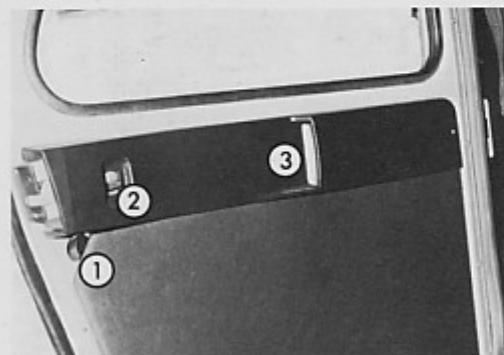

Fig. 2 - Portes latérales arrière (de l'intérieur)
- Ouverture : Portes avant : soulever le levier situé à l'avant des portes. Portes arrières (Fig. 2) : appuyer sur le levier (Rep. 1).